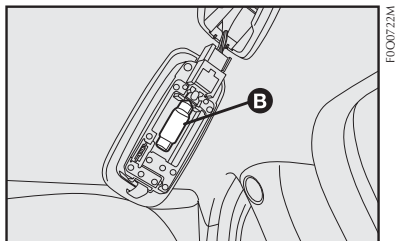

fig. 35
- substituir a lâmpada **B-fig. 35**, liberando-a dos contatos laterais e certificando-se que a nova lâmpada esteja corretamente bloqueada entre os contatos.